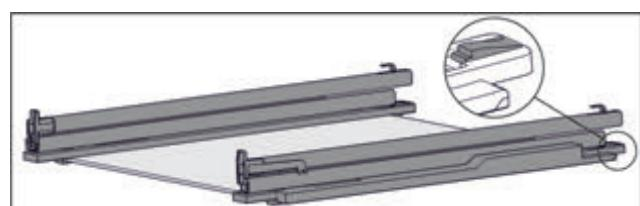

Fig. 99 Скляна пластина з рейками та деталями для підтримки
- Деталь для підтримки натиснути вниз (див. Fig. 99) і одночасно посунути рейку назад.